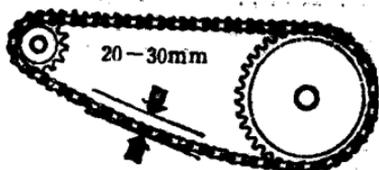

图 1-5
(10)检查链条。这里讲的链条是将发动机输出轴输出的动力传给后轮的驱动链条，链条的松紧要恰当，其松紧程度以下垂链条上下位移量来表示，如图1-5所示。